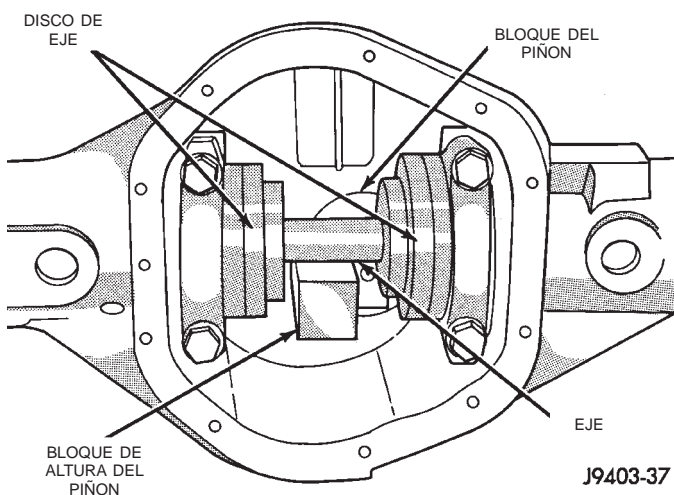

Fig. 79 Herramientas de calibración en el interior del cárter—Característico
(4) Coloque el disco de eje 6927 en el eje D-115-3 y emplácelos en los armazones del cojinete (Fig. 79). Instale las tapas del cojinete del diferencial en los discos de eje y apriete las tapas hasta ajustarlas solamente.